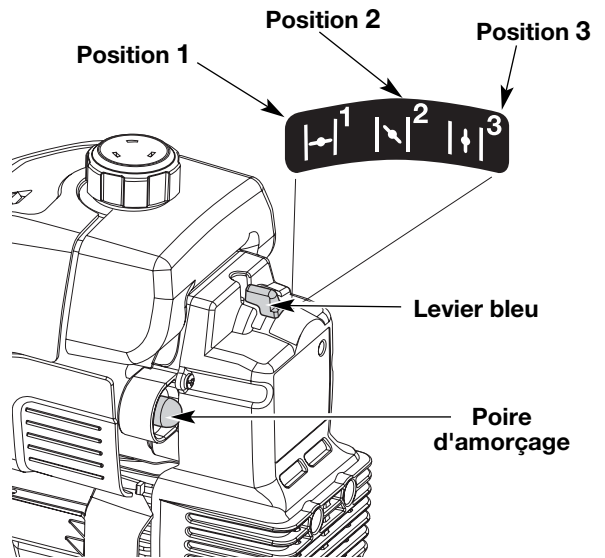

Fig. 7
3. Pressez et relâchez la poire d'amorçage à 10 reprises, lentement. Une certaine quantité de carburant devrait être visible dans la poire d'amorçage et les conduites de carburant (Fig. 7). Si vous n'apercevez pas de carburant dans la poire, pressez et relâchez la poire autant de fois que nécessaire jusqu'à ce que vous aperceviez du carburant dans cette dernière.
4. Mettez le levier bleu en **position 1** (Fig. 7).
9. Une fois que le moteur est chauffé, placez le levier bleu d'étranglement en **position 3** (Fig. 7). La machine est prête à être utilisée.
**SI...** Le moteur hésite, remettez le levier en **position 2** (Fig. 7) et continuez à le chauffer.